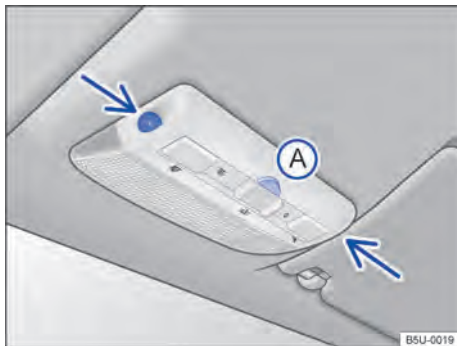

Fig. 50 No console do teto: sensores de monitoramento do interior do veículo e tecla (A) para desligar o monitoramento do interior do veículo.
O monitoramento do interior do veículo dispara o alarme com o veículo travado, se reconhecer movimentos no interior do veículo. O sensor e o receptor estão localizados no conjunto da lanterna de leitura → Fig. 50 (setas).
- Pressionar a tecla → Fig. 50 (A). No painel de instrumentos, a luz de controle se acende.